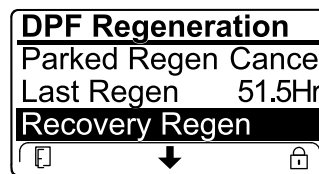

Figura 88
- În cazul în care computerul motorului nu a solicitat o regenerare de recuperare și derulai în jos la opțiunea RECOVERY REGEN (Regenerare de recuperare), regenerarea de recuperare se blochează și pictograma de blocare (Figura 88) apare în colul dreapta jos al InfoCenter.